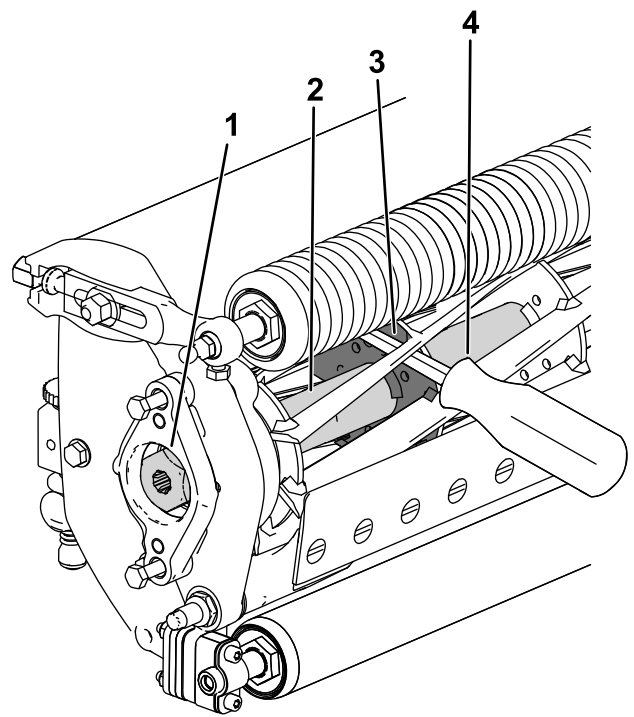

图 36
2. 将一根长柄撬棍建议尺寸为 0.95cm x 30.48cm 带螺丝刀柄插入滚刀组底部最靠近需要扭转的滚刀组一侧图 36。
3. 将撬棍靠着滚刀支撑板的焊接侧图 36。